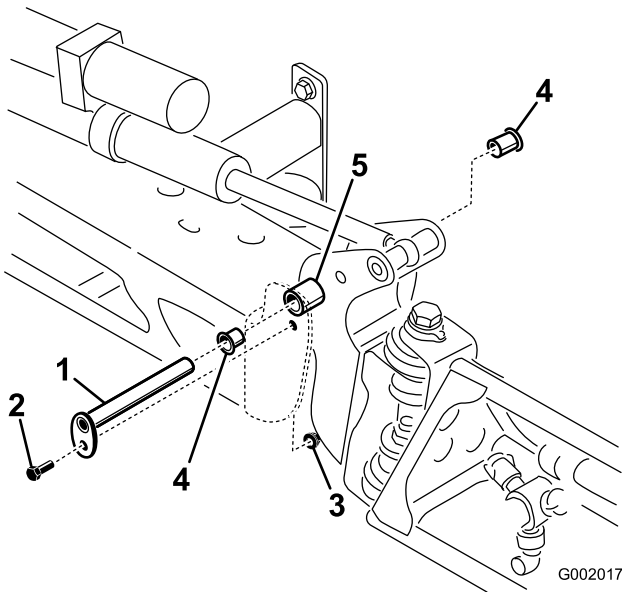

Figura 73
5. Retire los casquillos de nylon desde delante y desde detrás del soporte del pivote e inspecciónelos (Figura 73). Sustituya cualquier casquillo dañado.
7. Instale el conjunto de brazo y soporte del pivote en el bastidor central, alineando los orificios (Figura 73).
3. Con el peso del brazo apoyado, retire el perno y la tuerca que fijan el pasador de giro al conjunto del brazo (Figura 73). Retire el pasador de pivote.